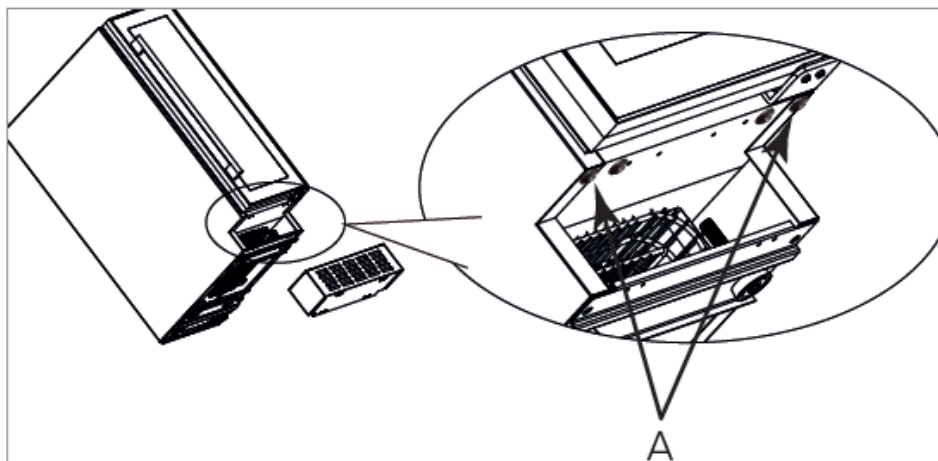

Fig. 14
4. Si están presentes, retire los dos tornillos indicados con flechas y marcados con 'A' en la fig. 14. A continuación, localice los cuatro tornillos de fijación negros. Están empaquetados dentro de la unidad con la bisagra de inversión de la puerta.